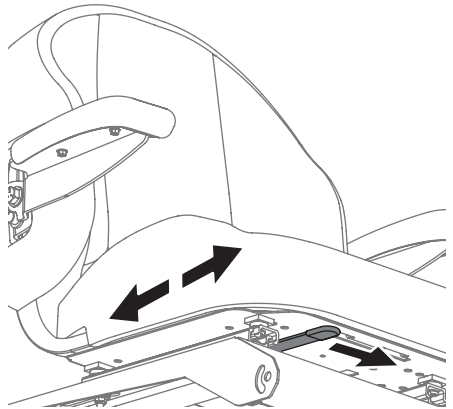

Fig. 17
- Relâchez le levier de réglage. Assurez-vous que le siège est bien verrouillé dans la position souhaitée avant de l'utiliser (Fig. 17).